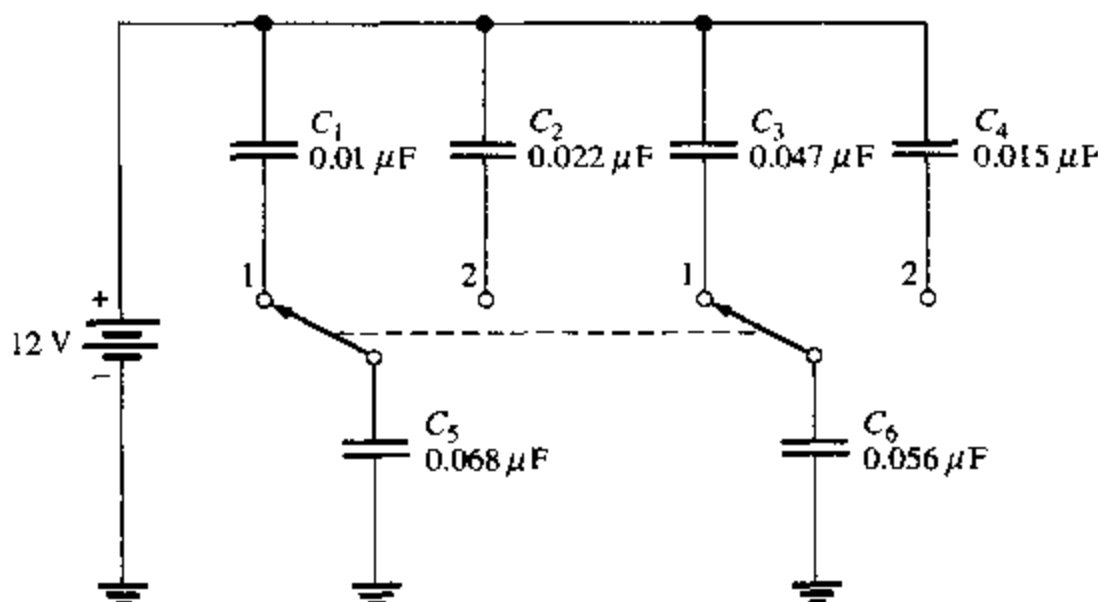

图 13.68
* 27. 图 13.68 中开关从位置 1 切换到位置 2 时, C_5 和 C_6 上的电压变化了多少?